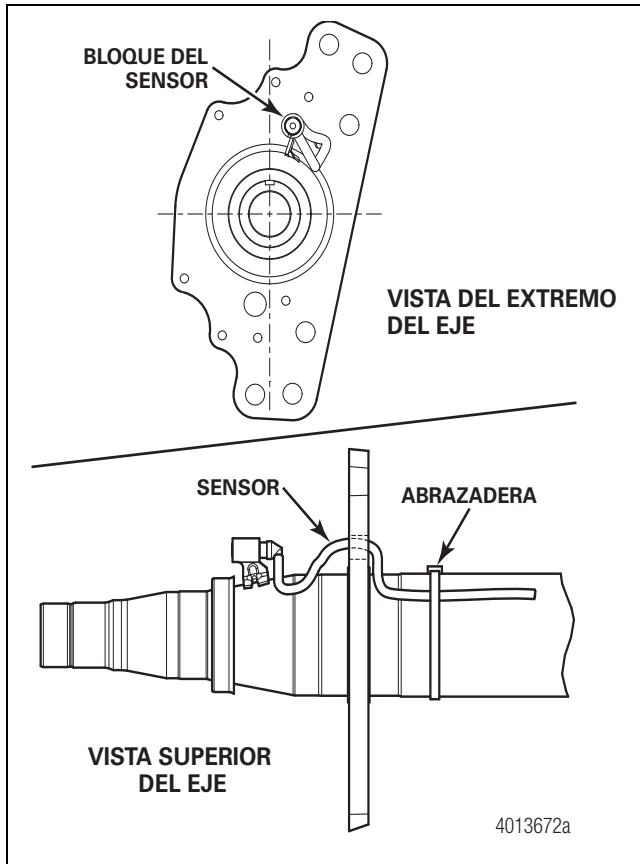
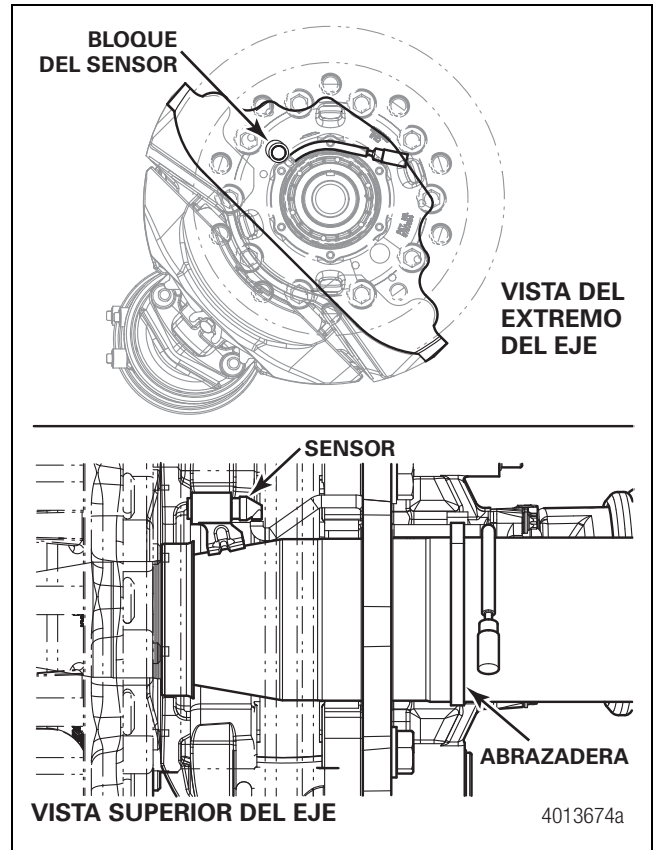

Figura 12.14
Figura 12.15
- **Bloque del ABS montado en el eje.** Consulte en la Figura 12.14 y en la Figura 12.15 lo relacionado con extremos de rueda que utilizan rotores en forma de U equipados con anillos de tono del ABS con diámetro de círculo dentado de 6.77".